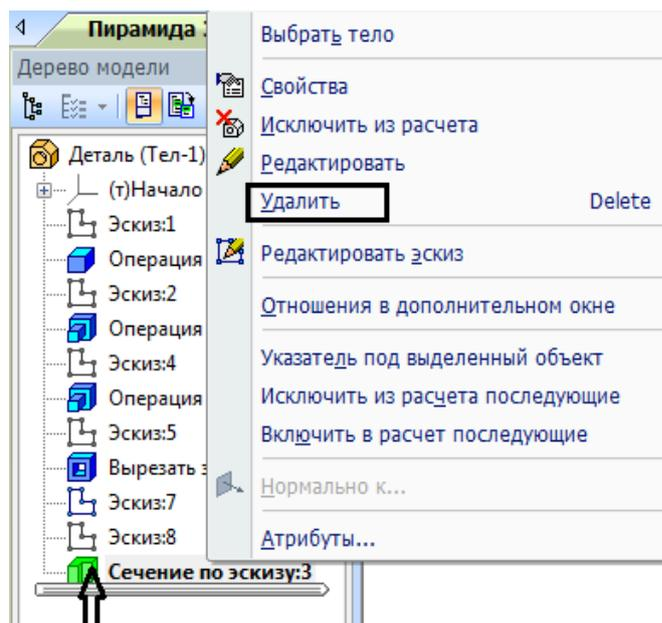

Рисунок 42.
17. Для того, чтобы перенести три вида пирамиды, необходимо вернуться в сохраненный файл *Деталь* и из *Дерева модели* удалить последнюю операцию - щелкнуть правой клавишей мыши по иконке *Сечение по эскизу* – в появившемся диалоговом окне нажать на операцию *Удалить* (рисунок 42).